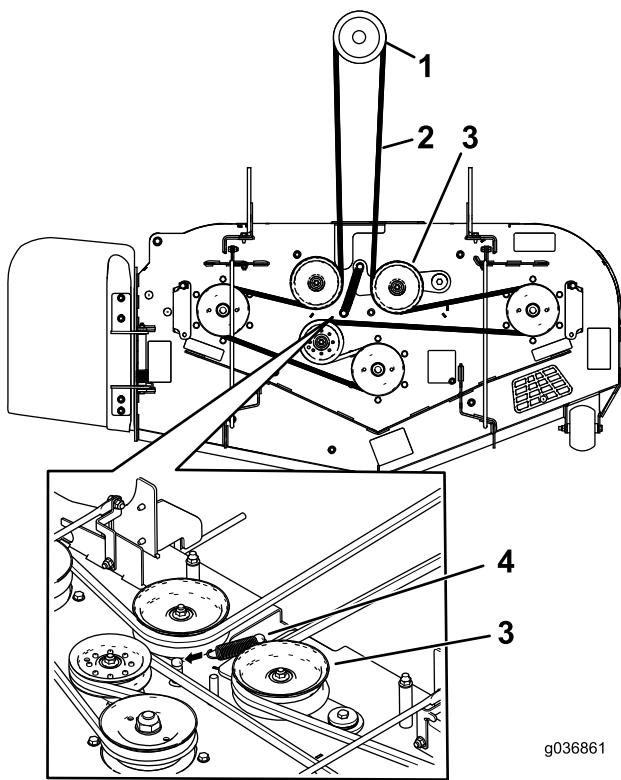
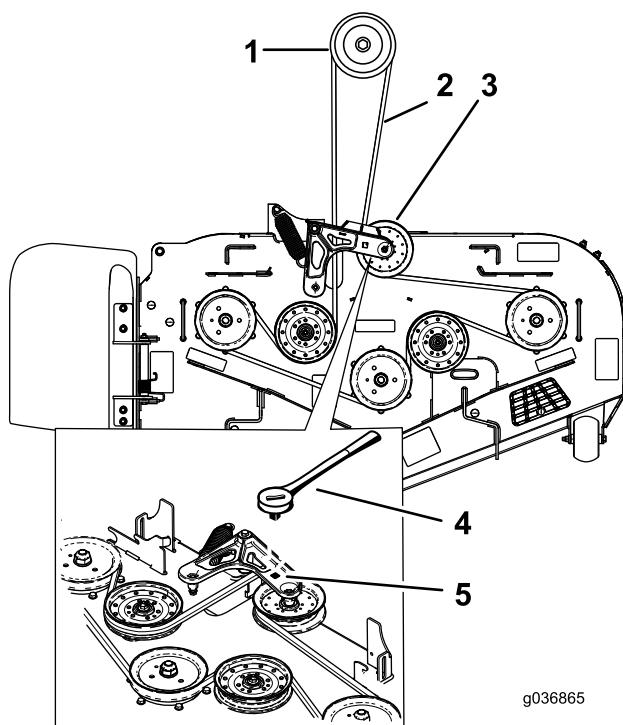

Figura 7
Figura 9
1. Sulla macchina, eliminate la tensione della molla dalla puleggia tendicinghia caricata a molla; fate riferimento a Figura 7 o Figura 9.
Nota: Per i modelli di soffiatore 78404, 78405 e 78406 allentate la tensione sulla molla del tendicinghia inserendo un cricchetto nel foro quadrato del braccio tendicinghia (Figura 9).
- Montate la cinghia del piatto di taglio attorno alla puleggia tendicinghia caricata a molla (Figura 7 o Figura 9).